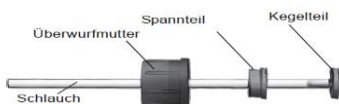

Рис. 8 Подключение гидравлики
2. Конусообразную деталь полностью вставить в шланг, см. рис. 8.
Подписи к рис. 8